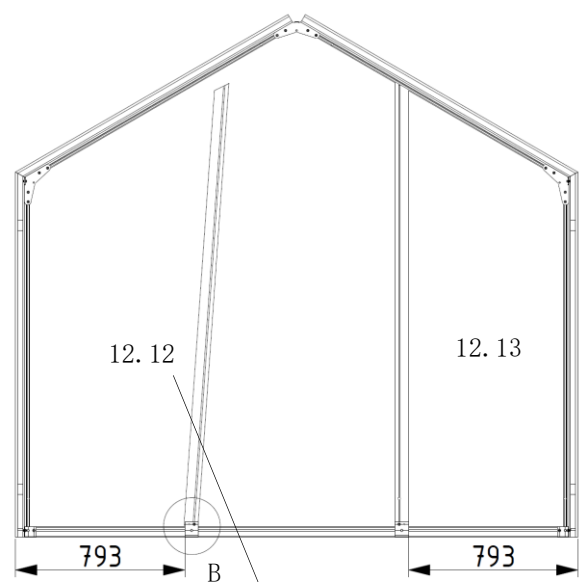

Abb. 17
- Verschraubungen werden handfest angezogen! (Abb. 17)